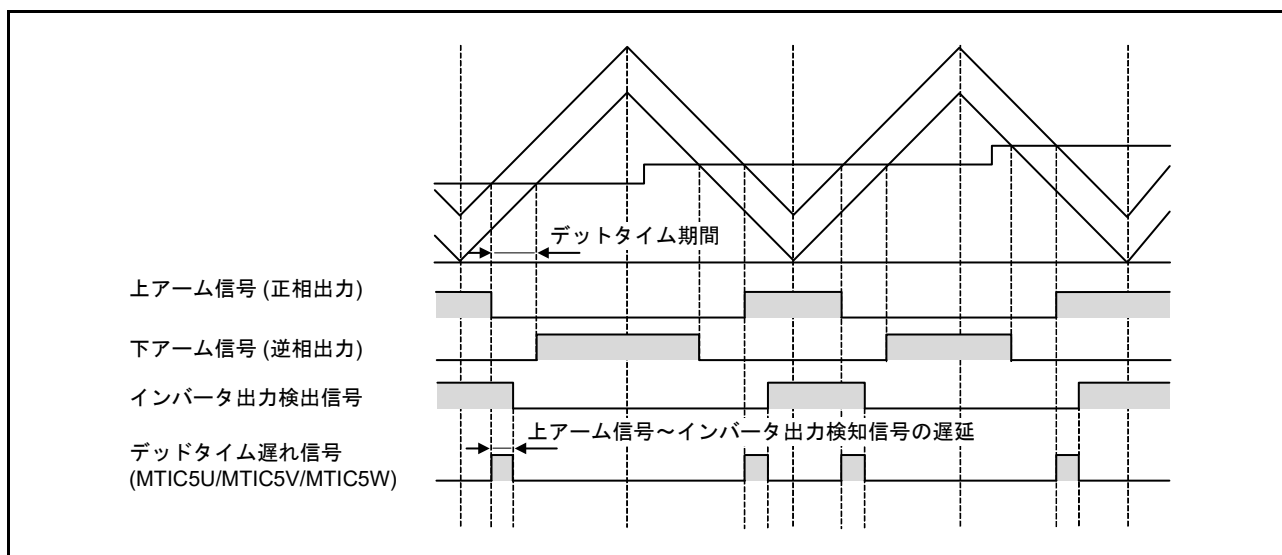
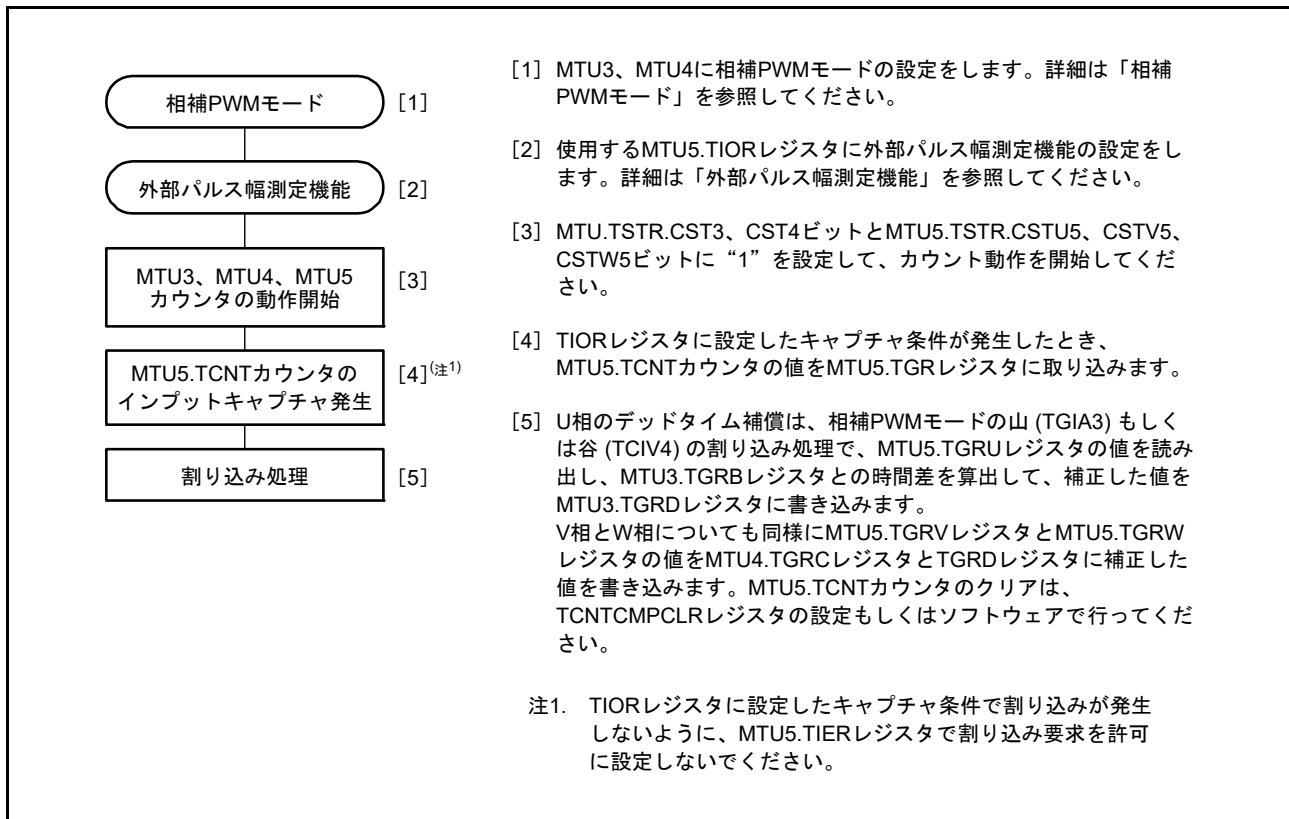

図 23.80 相補 PWM モード動作時のデッドタイム遅れ
図 23.81 デッドタイム補償機能の設定手順例
MTU5 の外部パルス測定機能でデッドタイム遅れを測定して、PWM 出力のコンペアレジスタに設定するデューティを補正することで、MTU3、MTU4 を使用した相補 PWM 動作時の PWM 出力波形に対するデッドタイムを補償することができます（図 23.80）。MTU3 ~ MTU5 を使用したデッドタイム補償の設定手順を図 23.81 に示します。このときの MTU5 の動作については、(2) 相補 PWM の山と谷での TCNTU、TCNTV、TCNTW カウンタキャプチャ動作を参照してください。
MTU5の3本のカウンタを使用したデッドタイム補償機能の設定手順例を図23.81に示します。